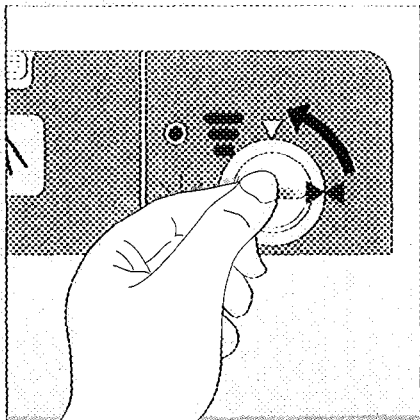

Bild 7
- ☐ Zur Dosiereinstellung Verschlußdeckel des Vorratsbehälters um 1/4 Umdrehung entgegen dem Uhrzeigersinn drehen und öffnen (Bild 7).